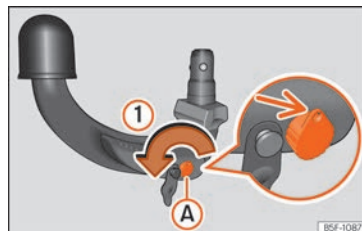

Fig. 252 Passaggio 1
- Girare la chiave nel senso della freccia ① finché la parte bucata raggiunge la sua posizione superiore » » fig. 252 (freccia).